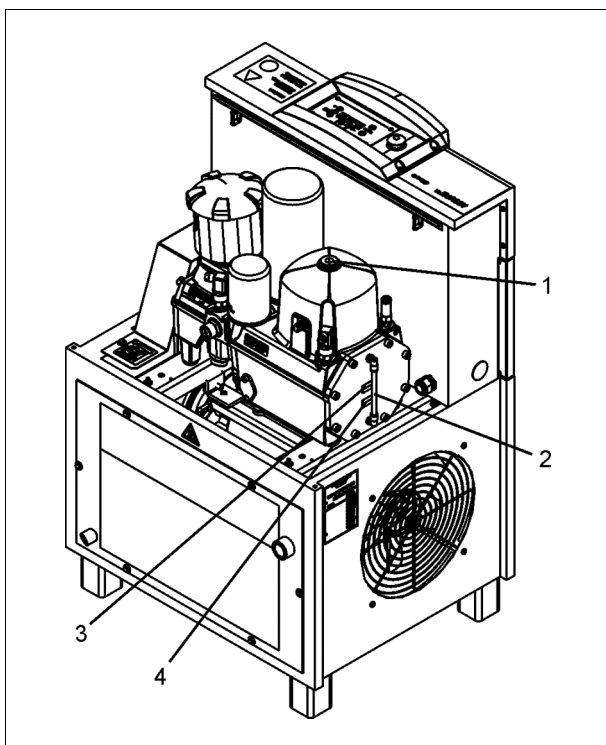

Рис. 7
- Уровень масла должен находиться между максимальной (- 3 - Рис. 7) и минимальной (- 4 - Рис. 7) отметками.
- Надежно закройте крышку маслосазливного отверстия (- 1 - Рис. 7).
- Уровень масла проверяется с помощью прозрачной пластиковой трубки в напорном резервуаре (- 2 - Рис. 7) после каждого останова, на регулярной основе.